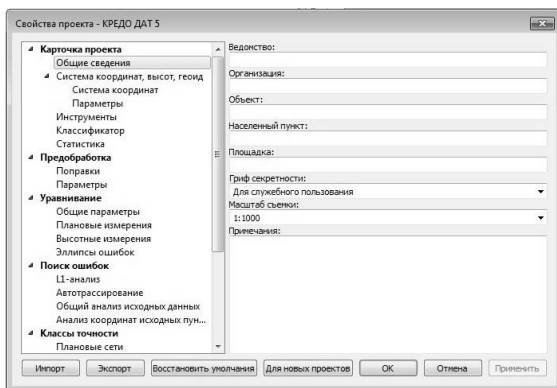

Рис. 4 Свойства проекта
В **Параметрах** (рис. 4) выполняется настройка на отображение зоны у координаты Y в проекции Гаусса-Крюгера, задаются модель геоида и система высот
4. В узле **Карточка проекта** в разделе **Параметры** введите данные проекта согласно рис. 4.